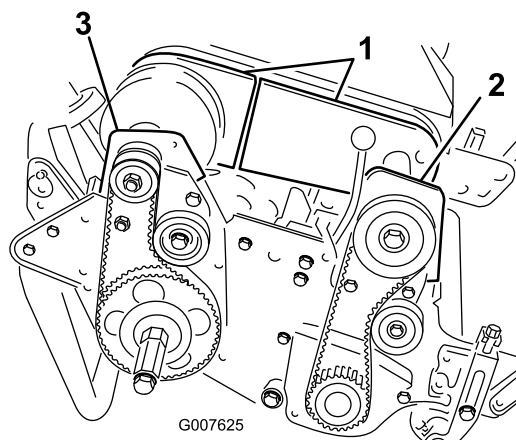

図 42
4. デファレンシャルカバー前半分と後半分のボルトを取り、カバーを外してベルトが見えるようにする 図 42。
6. 前クラッチハウジングをサイドプレートに固定しているボルト 2 本を外す 図 42。
8. 右後ベアリングハウジングをサイドプレートに固定しているボルト 2 本とロックナットを外す 図 42。